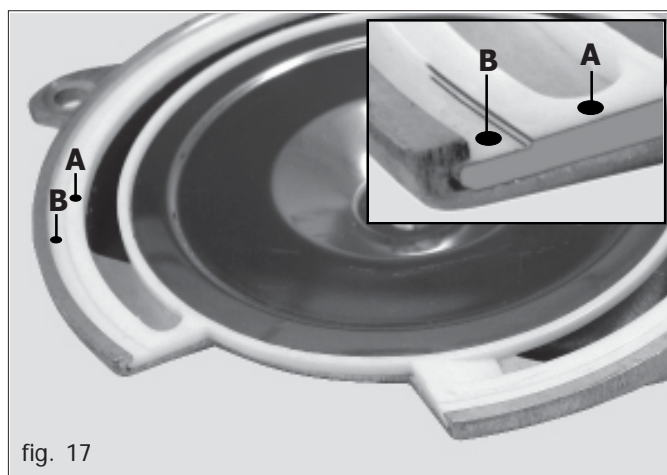

fig. 17
- 3) Dételer le soc (2 Figure 17) par le démontage du ressort (3);
Vérifier périodiquement l'uniformité d'usure le long de toute la surface (A Fig. 17) de la garniture du couvercle du distributeur de graines.
La garniture doit être remplacée avant que la surface «A» (Fig. 17), usée par l'effet de l'action du disque, atteigne la surface «B». De plus, il faut vérifier qu'il n'y a pas de marques le long de toute la surface «A», provoquées par le disque.